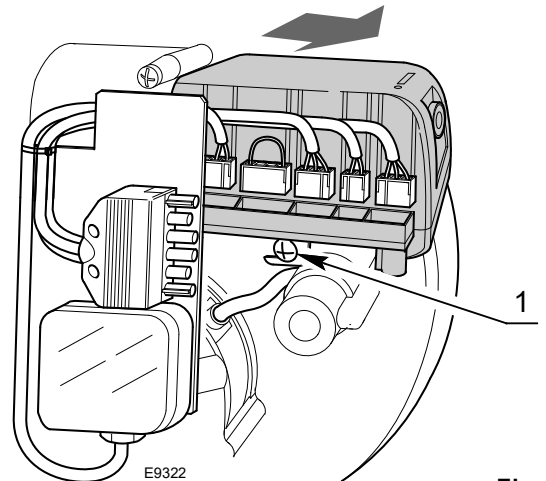

Fig. 15
- sconnettere tutti i connettori ad essa collegati, la spina a 6 poli, i cavi di alta tensione ed il filo di terra (TB);
- svitare la vite 1)(Fig. 15) e tirare il controllo fiamma nel senso della freccia.
- avvitare la vite 1)(Fig. 15) con una coppia di serraggio da 1 ÷ 1,2 Nm;